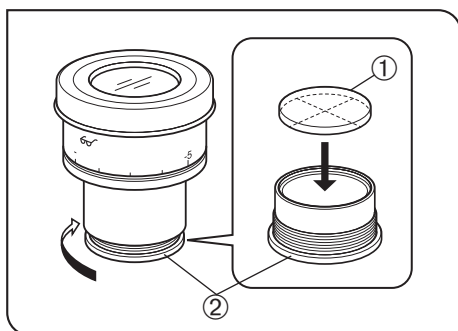

图 36
### 3 使用目镜测微尺 (图36)
如图 36 所示, 逆时针转动内置的测微尺安装架②, 并从目镜上取下, 放上测微尺①。